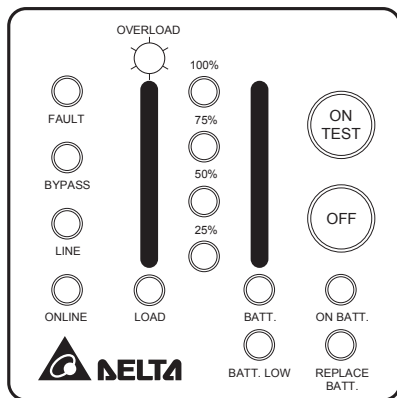

Рис. 4-8. Индикация короткого замыкания
- **КОРОТКОЕ ЗАМЫКАНИЕ.** При коротком замыкании на выходе ИБП в режимах двойного преобразования или работы от батареи ИБП отключается и питание на выход не подается. Загорается индикатор «FAULT» (АВАРИЯ) и подается непрерывный звуковой сигнал. После устранения короткого замыкания ИБП возобновляет подачу питания в нагрузку. При возникновении короткого замыкания в режиме байпаса срабатывает встроенный входной автоматический выключатель и ИБП отключается. См. рис. 4-8.